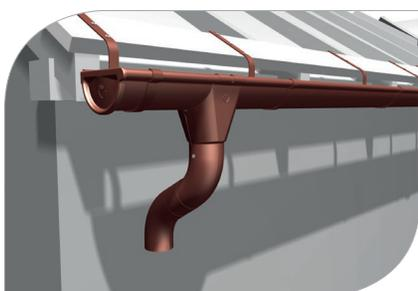

рис. 31
- 4.1 В случае крыши с навесом воронку необходимо соединить с водосточной трубой с помощью двух колен и подрезанной по размеру трубы **(рис. 31)**